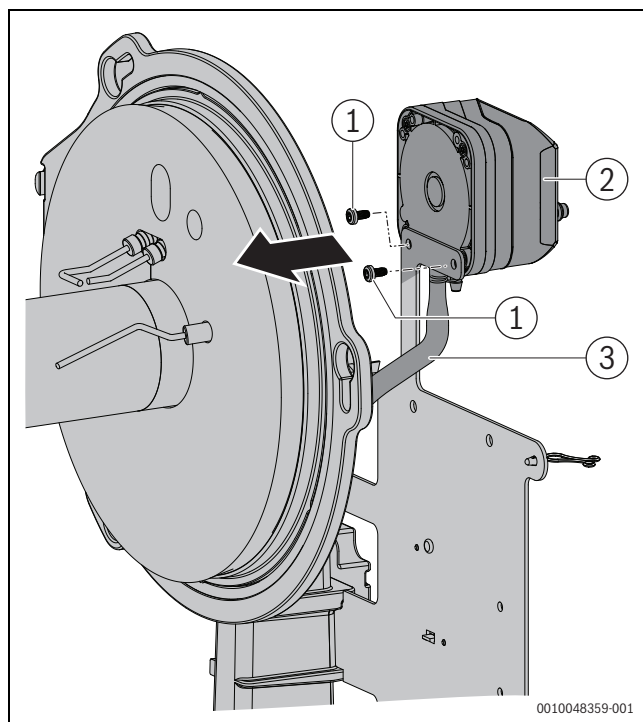

Fig. 25 Démontage du contrôleur de pression du foyer
- Fixer le contrôleur de pression du foyer sur la tôle de maintien avec les vis prévues à cet effet (3,5x16). Veiller à correctement guider le tuyau souple de raccordement comme illustré dans la figure 25 et à ne pas le plier.